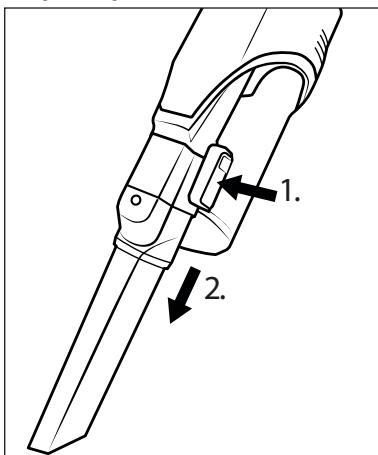

Abb. 15
- ♦ Zum Entfernen des Zubehörs, halten Sie die Entriegelungstaste am Zubehör gedrückt und ziehen Sie dann das Zubehör vom Saugrohr 24 oder von der Saugöffnung des Gerätes ab (siehe Abb. 15).